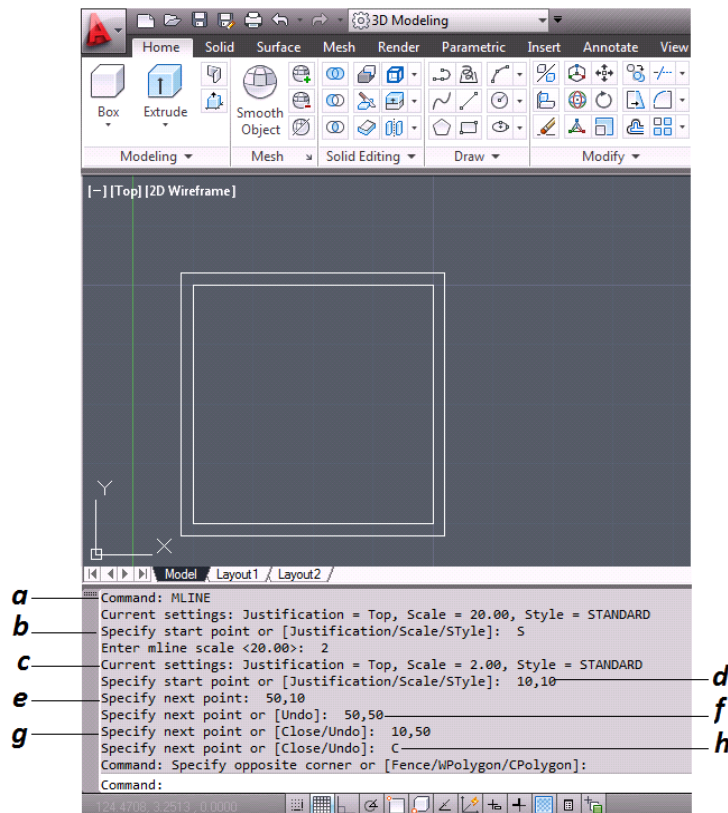

Figura 3.16 Creación de Entidades “Linea Multiple”
Con este comando se crean líneas paralelas a una separación indicada, tomada desde tres lugares, la parte inferior, el eje y la parte superior de las coordenadas indicadas para crear la línea múltiple (figura 3.16).
- a. Se escribe el comando correspondiente LNM (ML), enter (figura 3.16).
- b. En la barra de comandos aparece la opción [Justify/Scale/Style] (figura 3.16).
- c. S Ahora pide la distancia que tendrá una línea de la otra, en este caso sera 2 (figura 3.16).
- d. La 1ª coordenada es 10,10 y se da enter (figura 3.16).
- e. La 2ª coordenada es 50,10 y se da enter (figura 3.16).
- f. La 3ª coordenada es 50,50 y se da enter (figura 3.16).
- g. La 4ª coordenada es 10,50 y se da enter (figura 3.16).
- h. Para finalizar C (C) y se da enter para terminar (figura 3.16).